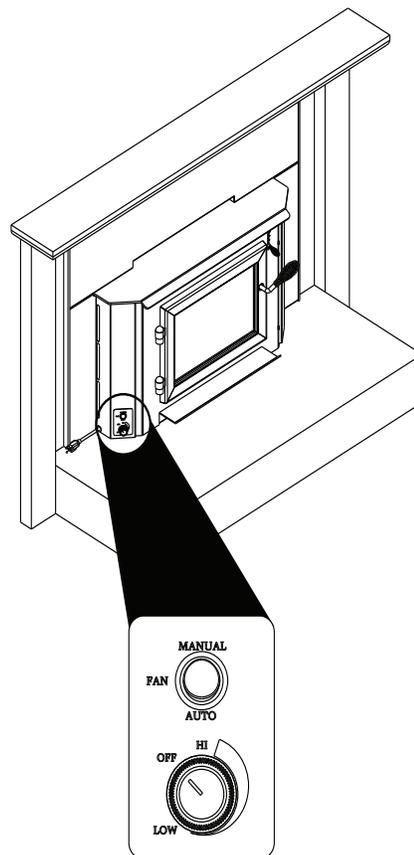

Figure 16.1
1. Le ventilateur s'enclenche et s'arrête automatiquement lorsqu'il est réglé sur la position automatique (**Figure 16.1**).